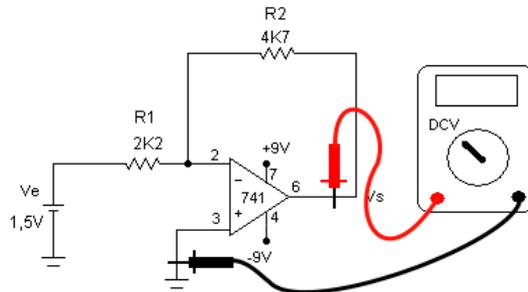

Figura 2 – Circuito experimental – amplificador inversor com $V_e=3\text{ V}$
- 1) Para o circuito da Figura 2 calcule o ganho (A_{vf}) e em seguida a tensão na saída. Anote esses valores como A_{vf} (calc.) e V_s (calc.).
- 2) Monte o circuito da Figura 2 na MP de acordo com a sugestão da Figura